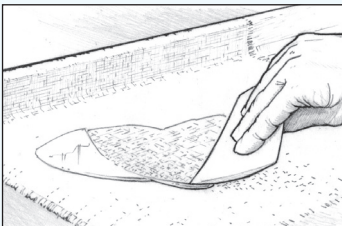

Abbildung 29 Verteilen Sie das Epoxidharz mit einem Kunststoffspachtel auf der Gewebeoberfläche.
5. Verteilen Sie das Epoxidharz mit einem Kunststoffspachtel 808 auf dem Gewebe, arbeiten Sie mit nur leichtem Druck von der Mitte zu den seitlichen, trockenen Bereichen (Abbildung 29). Sobald das Gewebe getränkt ist, wird es transparent. Dies weist auf ausreichende Tränkung durch das Epoxidharz hin. Wenn Sie das Gewebe auf einer porösen Oberfläche aufbringen, muss genügend Epoxidharzmenge verbleiben, um sowohl das Gewebe als auch die darunter liegende Fläche sorgfältig zu durchtränken. Sie sollten mit dem Spachtel nicht zu oft über die nasse Fläche streichen, da Sie dadurch Mikrobläschen in das Epoxidharz einarbeiten könnten. Diese Bläschen sind besonders störend, wenn Sie später eine Klarlackierung aufbringen möchten.